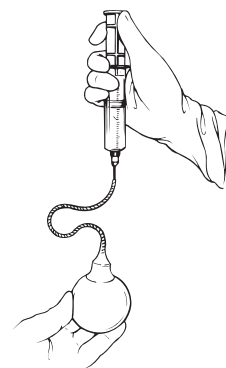

Figura 4-10
2. Mantenendo il serbatoio, attaccare al serbatoio l'ago smusso di calibro 15 e una siringa da 60 cc parzialmente riempita con normale soluzione fisiologica sterile (**Figura 4-10**).